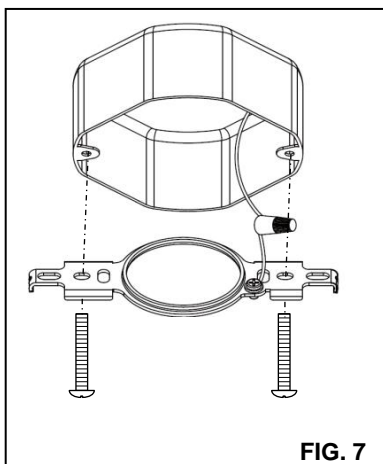

FIG. 7
1. Conecte el cable de a tierra del luminario al cable a tierra de la caja de alimentación usando una turca de cables. Fije el soporte de montaje a la caja de alimentación. **(FIG. 7)**